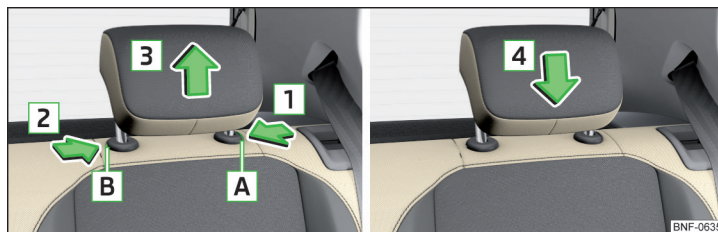

Bild 52 Nackstöd bak: demontering och montering
- » Tryck och håll in spärren **A** i pilens riktning **1** » bild 52.
- » Skjut nackstödet i pilriktningen **4** tills spärren hakar fast » bild 52.